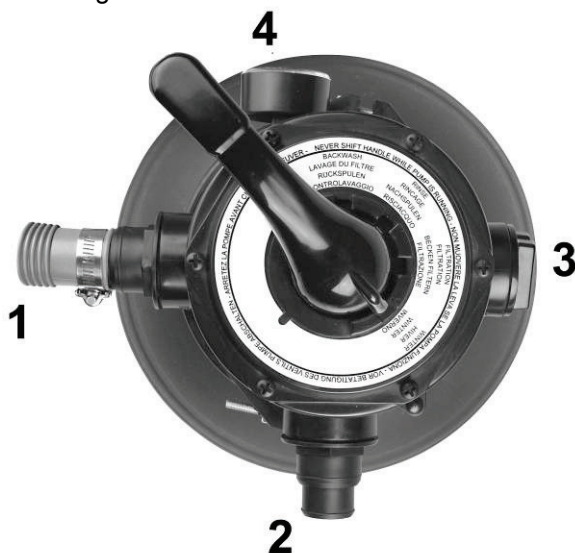

Abb. 7
- 1.** Drehen Sie die mitgelieferten Schlauchanschlussstücke in die Gewindeöffnungen von Pumpe und Filterkopf. Vermeiden Sie beim Anziehen von Verschraubungen übermäßige Kraft, damit die O-Ringe nicht beschädigt werden. Verbinden Sie das 4-Wege Ventil am Anschluss 1 (PUMP) mit dem mitgelieferten Schlauch der von der Pumpe kommt und an Anschluss 2 (POOL) mit der Leitung die das Wasser wieder zum Pool zurückführt (Abb.7) Entfernen Sie den Stopfen von Anschluß 3 (WASTE) und ersetzen Sie ihn mit einer Schlauchanschlussstülle. Schließen Sie gegebenenfalls einen Schlauch zur Ableitung des Rückspül bzw. Nachschülwassers an